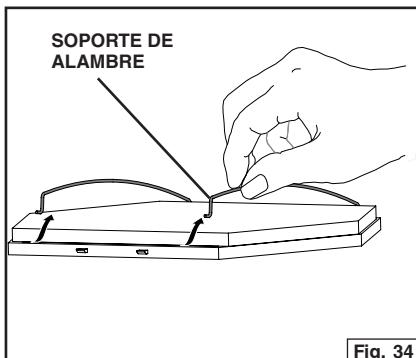

Fig. 34
- C. Retire el filtro de carbón retirando los soportes de alambre del filtro principal. Fig. 34.